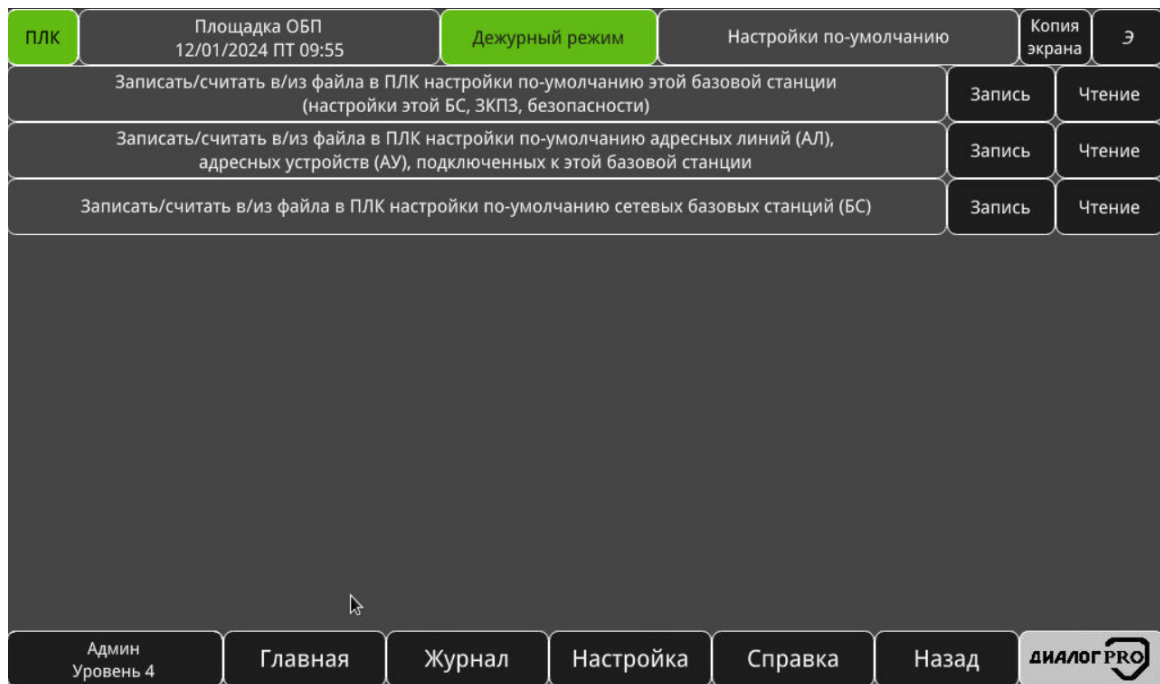

Рисунок 7.4 – Окно «Настройки по-умолчанию»
1. Выполнить сохранение настроек в энергонезависимую память панели оператора, для этого необходимо перейти в окно «Настройки по-умолчанию» («Настройки» – «Настройки этой базовой станции» – «Запись/чтение настроек в/из файла»), см. рисунок 7.4.
22. Выполнить чтение настроек из энергонезависимой памяти панели оператора, для этого необходимо перейти в окно «Настройки по-умолчанию» («Настройки» – «Настройки этой базовой станции» – «Запись/чтение настроек в/из файла»), см. рисунок 7.4 и нажать кнопку «Чтение».